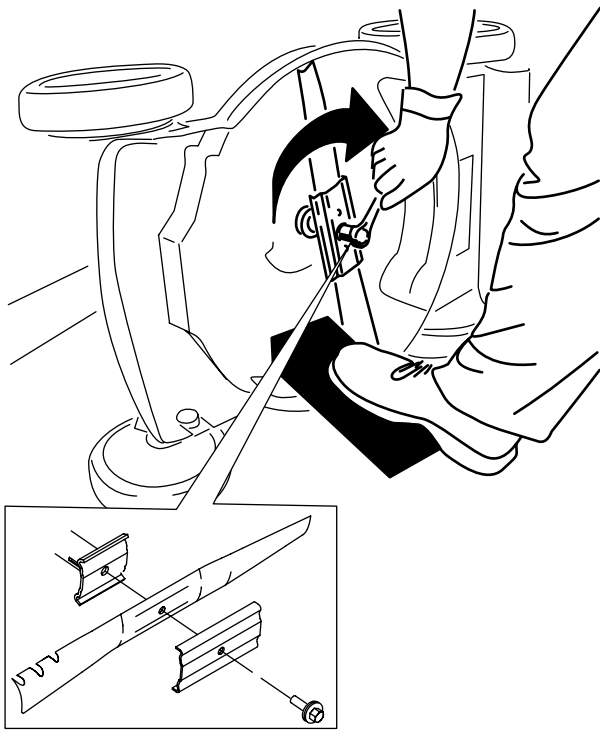

Figure 26
- Montez la nouvelle lame et toutes les fixations (Figure 26).